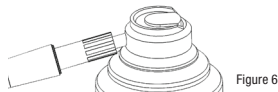

Figure 6
4. Insérez la buse appropriée dans l'arrière de la pièce à main et maintenez-le en place (Figure 6).